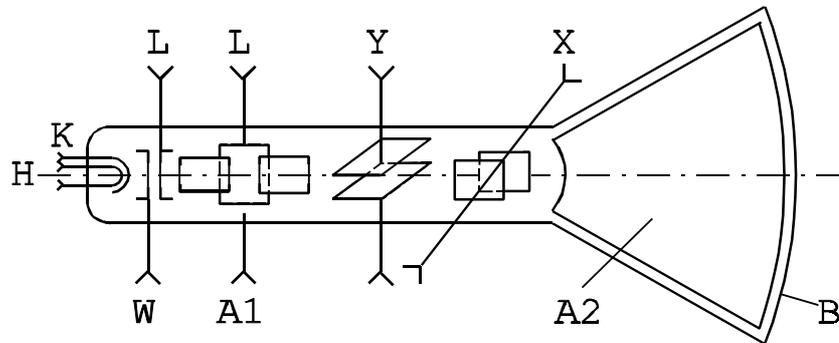

Abb. 3 : Aufbau einer Elektronenstrahlröhre, schematisch
- 4.1 Welche Kraft übt das elektrische Feld auf eine Ladung aus? Leiten Sie die Formel für den Ablenkwinkel eines Elektrons im elektrischen Feld eines Plattenkondensators (siehe Abb. 3) $\tan \alpha = \frac{\ell U_y}{2 d U_a}$ her.